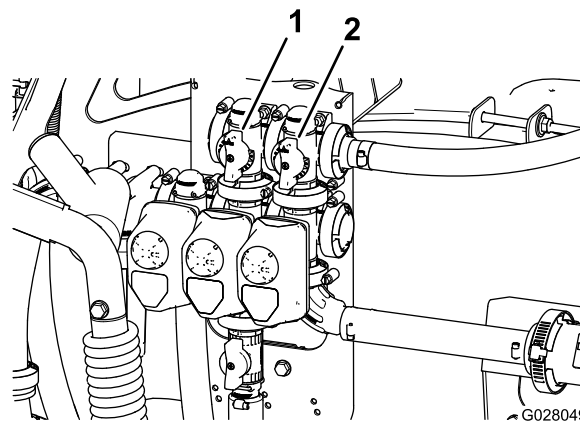

Рисунок 109
2. Закрыт (0)
11. Отрегулируйте перепускной клапан перемешивания (Рисунок 109) на задней стороне клапана перемешивания таким образом, чтобы показание давления по манометру составило 6,9 бара.
9. Отрегулируйте ручку главного перепуска стрелы для управления интенсивностью перемешивания, происходящего в баке (Рисунок 109).